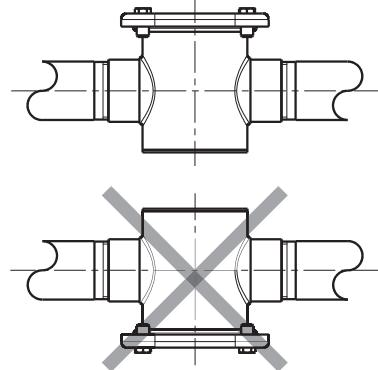

fig. 1
- Ventilen får installeras i horisontellt läge (fig. 1) med locket vänd uppåt, vinklad med max. 90°, men aldrig med locket vänd nedåt.